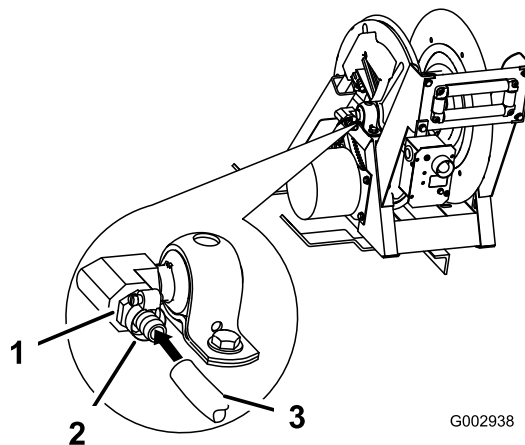

Figure 20
20. Enroulez du ruban Téfalon, dans le sens horaire, autour du filetage d'un raccord cannelé (3/4 pouce) et placez-le dans l'orifice d'entrée sur le côté du dévidoir (Figure 20).
22. Connectez l'extrémité du flexible au raccord du dévidoir (Figure 20) et fixez les extrémités avec 2 petits colliers.